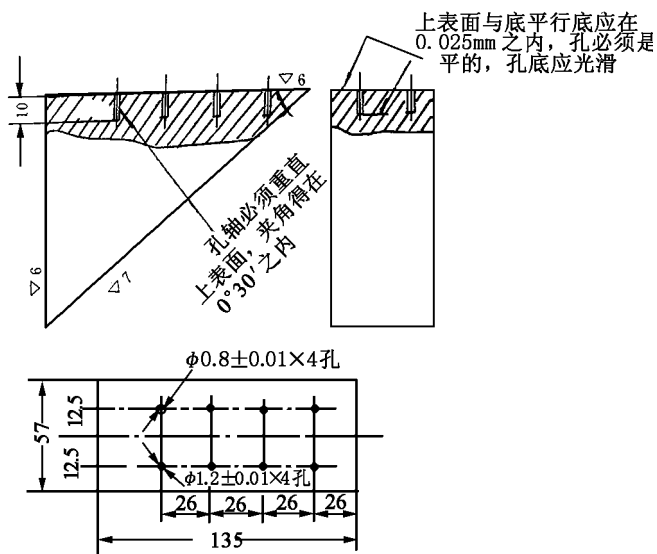

图2 TC11 钛合金
4.2.2 用图 2 所示标块调整仪器灵敏度,使来自任一孔底的反射波高均不小于荧光屏饱和值的 80%,